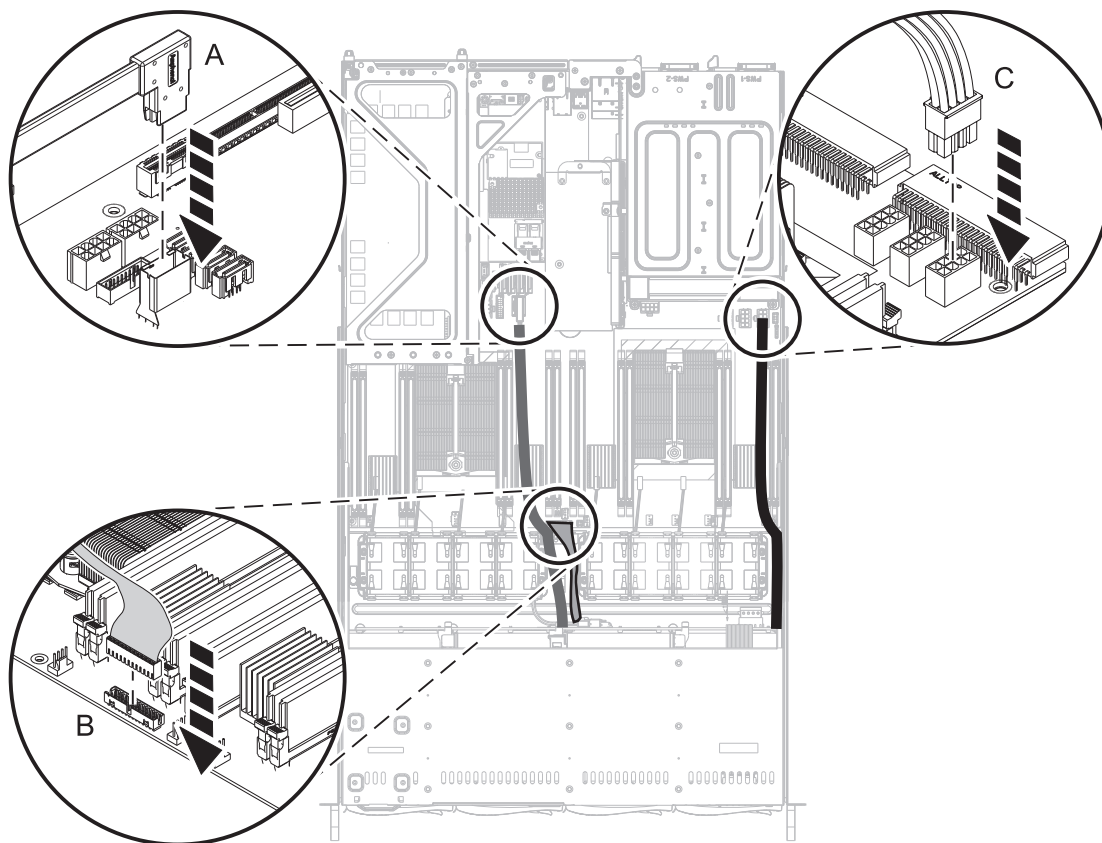

図 15. ドライブの信号ケーブルと電源ケーブルの接続
6. ラベルを確認して、ドライブ信号ケーブル (A)、(B)、およびドライブ電源ケーブル (C) をシステム・バックプレーンに再取り付けします (19 ページの図 15 を参照)。ケーブル・ラッチ・クリップがコネクタの所定の場所に収まったことを確認してください。